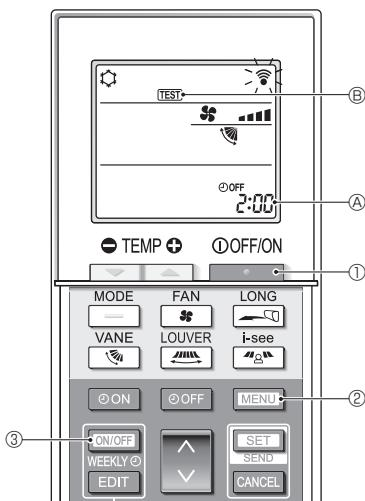

Fig. 7-5
7.2.2. Med trådløs fjernbetjening (Fig. 7-5)